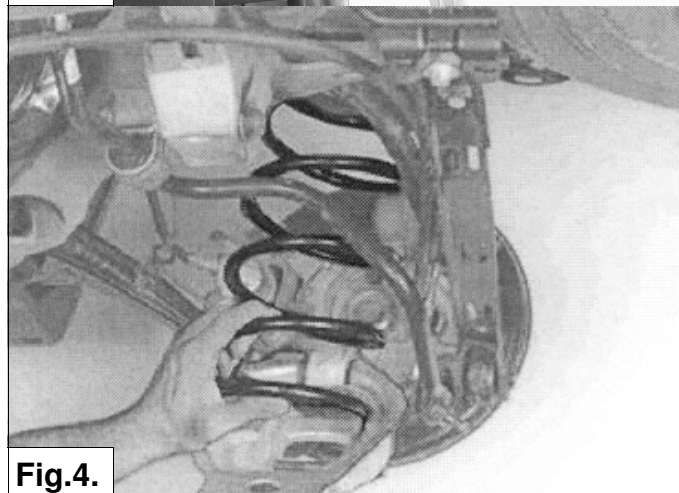

Fig.4.
6. Laat de draagarm zakken en verwijder de hoofdveer. Zie fig. 4.